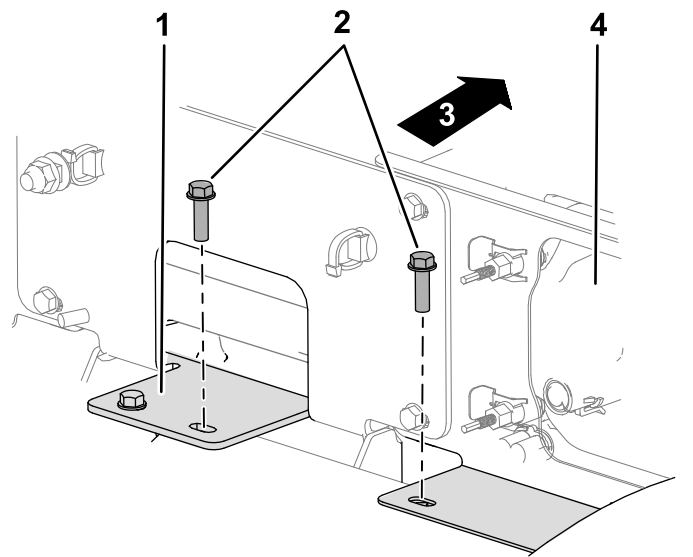

Bild 36
3. Entfernen Sie an der unteren Scheinwerferstütze die 2 Sechskant-Bundkopfschrauben (1/4" x 7/8") an der Innenseite des rechten Scheinwerfers, mit denen die Scheinwerferhalterungen am Scheinwerfer befestigt sind (Bild 36).